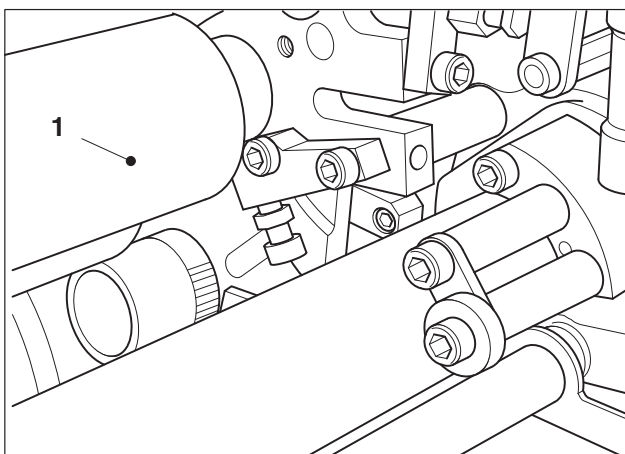

図 33 赤のゴムローラ 9
28. 赤のゴムローラ 9 (図 33/1) を取り外します。